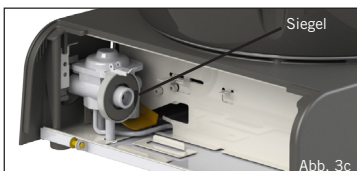

Abb. 3c
- Wenn sich Blasen bilden, gibt es ein Gasleck. Entfernen Sie die Gaskartusche sofort aus dem Gerät. Prüfen Sie, ob alle Verbindungen ordnungsgemäß passen. Überprüfen Sie, dass sich das Siegel in einem guten Zustand befindet, bevor Sie eine Gaskartusche einsetzen (Abb. 3c). Überprüfen Sie erneut mit etwas Seifenwasser, nachdem Sie die Gaskartusche eingesetzt haben.
- Prüfen Sie vor dem Anschließen der Kartusche, ob die Dichtung angebracht und nicht abgenutzt oder beschädigt ist (siehe Abb. 3c).